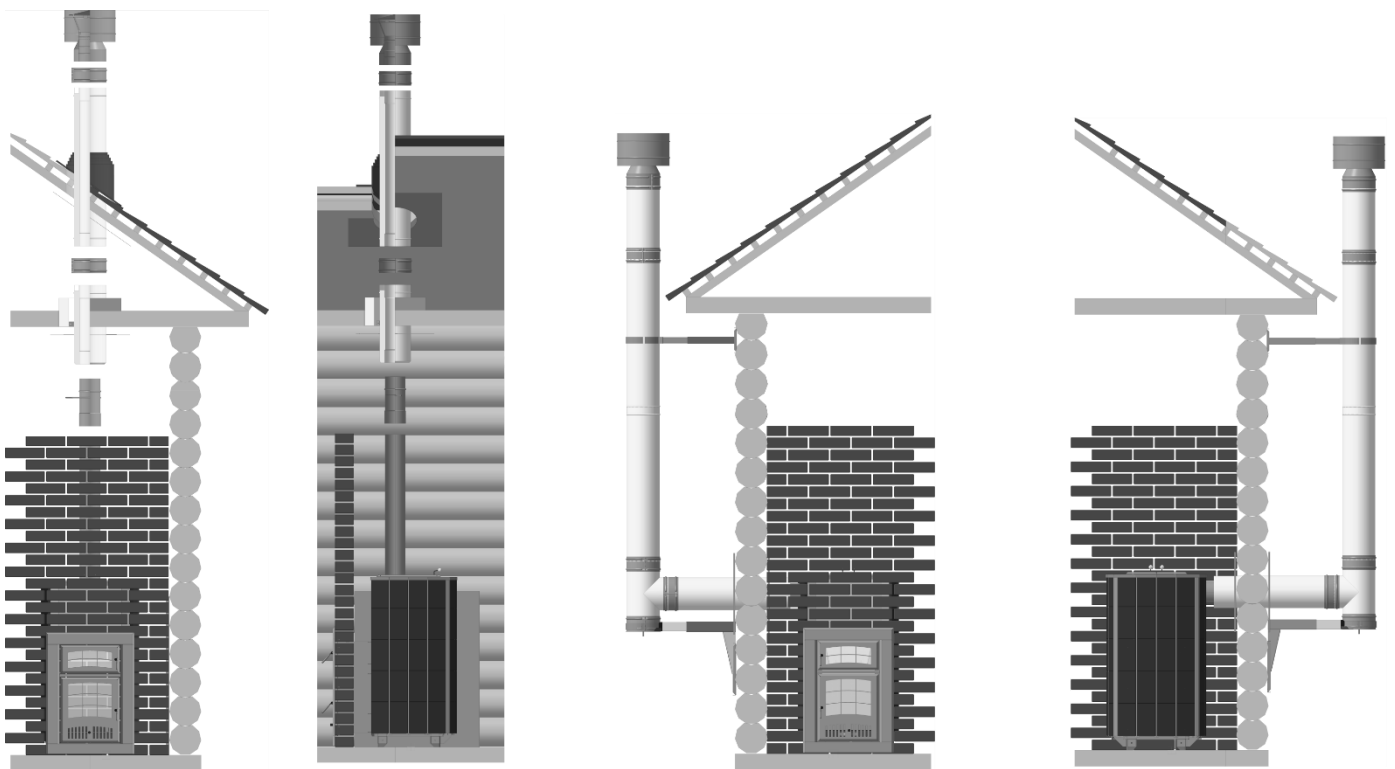

Рис. 9. Схема установки печи
2.2.1. Рекомендуемая схема установки печи приведена на рис. 9.